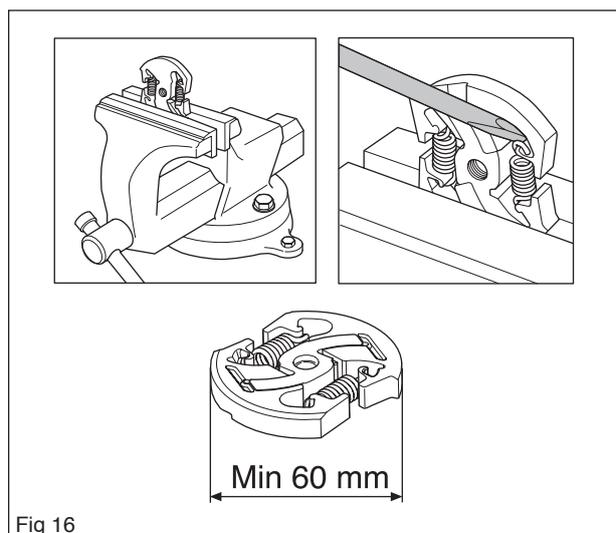

Fig 16
Placer l'embrayage dans un étau comme l'illustre le schéma ci-contre. Relâcher délicatement les ressorts de l'embrayage (C) (voir la figure 16).
- Contrôler l'épaisseur des masselottes d'embrayage en mesurant à l'aide d'un pied à coulisse sur tout le centre de l'embrayage. Si la mesure est inférieure à 60 mm, tout l'embrayage doit être remplacé (voir la figure 16).